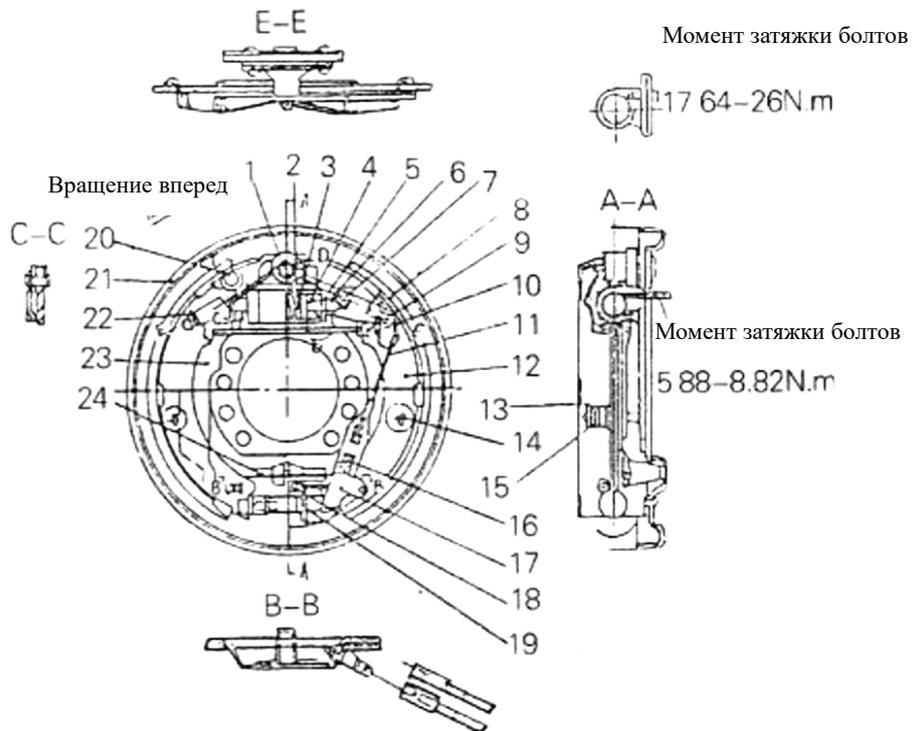
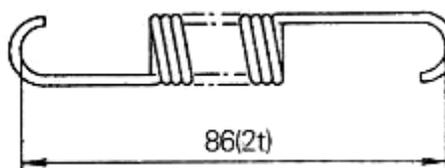
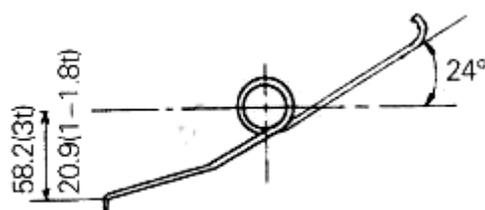

Рис. 6-4 3 т и 4т Колесный тормоз
Рис. 6-18
Рис. 6-20
(7) Измерьте длину пружины штока в свободном состоянии и ее нагрузку при установке. (Рис. 6-18). (Деталь 8 из Рис. 6-3, Рис. 6-2 и деталь 9 из рис. 6-4.)
(8) Измерьте длину регулировочной пружины в свободном состоянии и ее нагрузку при установке. (Рис 6-19 и Рис. 6-20). (Деталь 12 на рис. 6-3, деталь 18 на рис. 6-4 и деталь 15 на рис. 6-2.)
(9) Измерьте длину пружины храповика в свободном состоянии и ее нагрузку при установке (Рис. 6-20).